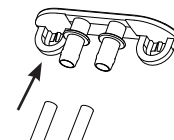

Figure 10
12. Retirez les bouchons et laissez l'eau s'évacuer complètement. Voir la figure 10.